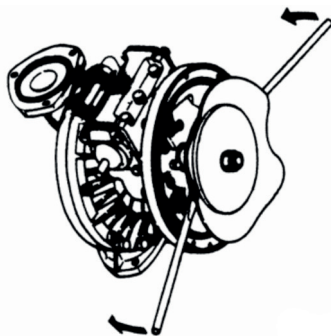

Fig 5.10
- Ayudándose de unas palancas y tomando las precauciones adecuadas para evitar accidentes, empuje el disco central hacia el exterior hasta que el diafragma tome su forma convexa por el exterior (excluidos los tipos _H_, _S_) ver Fig. 5.10, 5.11.